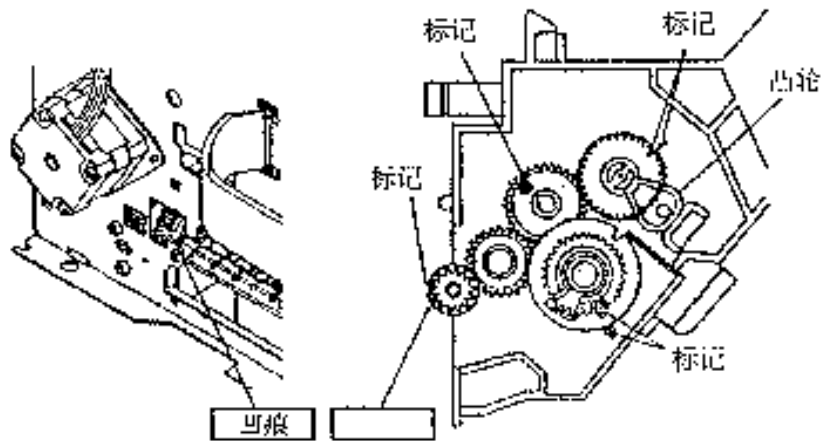

图 4-7 ASF 齿轮原始位置调整
- 1) 当更换 ASF 组件搓纸凸轮时, 在图 4-7 所示的位置上做上标记, 用手旋转齿轮并且把 ASF 用螺丝固定在打印底座上。根据 ASF 驱动齿轮的凹痕排列 ASF 的齿轮顺序。更